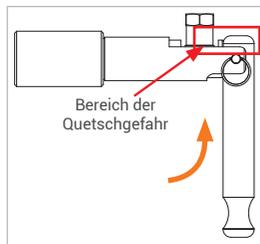

Abbildung 7
- ▶ Betätigen Sie den Spannhobel (Pos. 2) zurück in seine Ausgangslage (*Abbildung 7*).